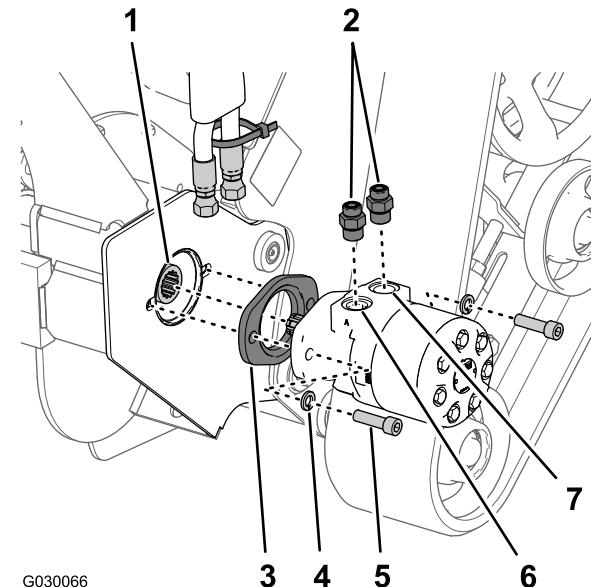

Figura 4
1. Inserite il nuovo accoppiatore sull'albero di trasmissione dello scavafossi (Figura 4).
2. Montate i 2 raccordi idraulici diritti nel nuovo motore idraulico della trasmissione dello scavafossi (Figura 4) e serrate i raccordi a una coppia di 135–164 N·m.
4. Montate la piastra del distanziale sul nuovo motore idraulico con il passo di inserimento della piastra rivolto verso la superficie di montaggio del motore (Figura 4).
5. Allineate le scanalature del nuovo motore idraulico con quelle dell'accoppiatore dell'albero di trasmissione dello scavafossi (Figura 4).
6. Allineate i fori nel motore idraulico e nella piastra del distanziale con i fori nella testa dello scavafossi (Figura 4).
7. Montate il motore idraulico e il distanziale sulla testa dello scavafossi (Figura 4) con i 2 bulloni a esagono incassato (1/2 x 1-3/4 poll.) e 2 rondelle di bloccaggio (3/4 poll.).